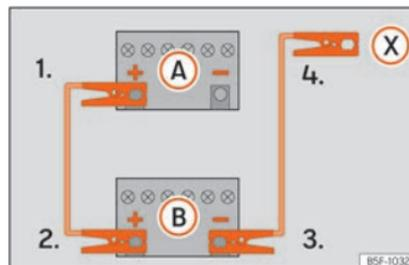

Abb. 68 Anschlusschema für Fahrzeuge ohne Start-Stopp-System.
Fahrzeugs mit der entladenen Fahrzeugbatterie **(A)** »» **Abb. 68.**
- 4a. *Bei Fahrzeugen ohne Start-Stopp-System:* klemmen Sie ein Ende des schwarzen Starthilfekabels an den Minuspol **(-)** des stromgebenden Fahrzeugs **(B)** »» **Abb. 68.**